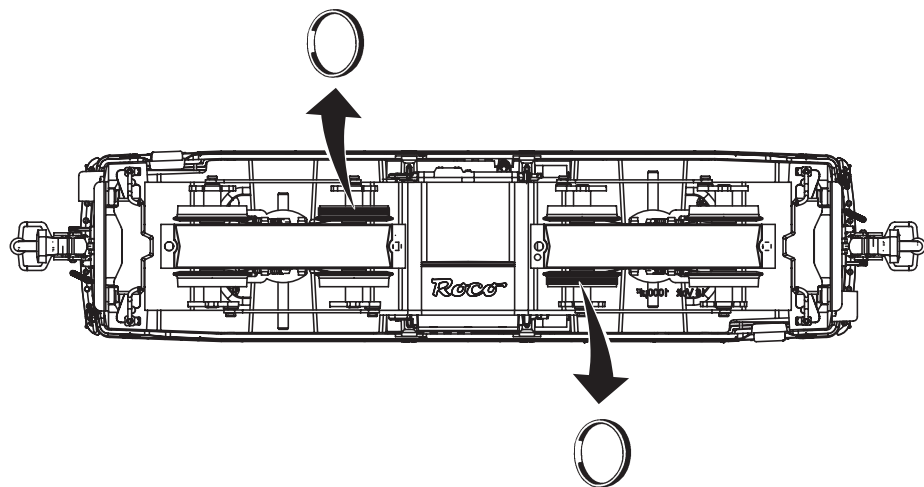
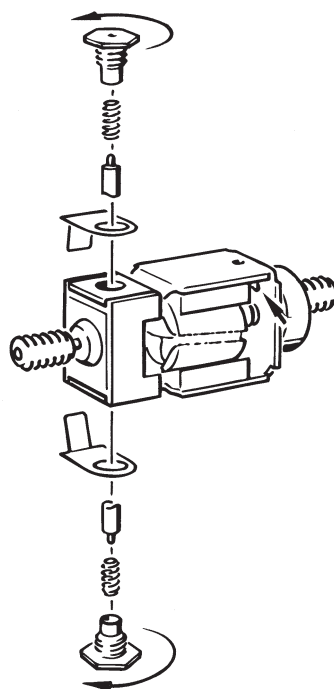
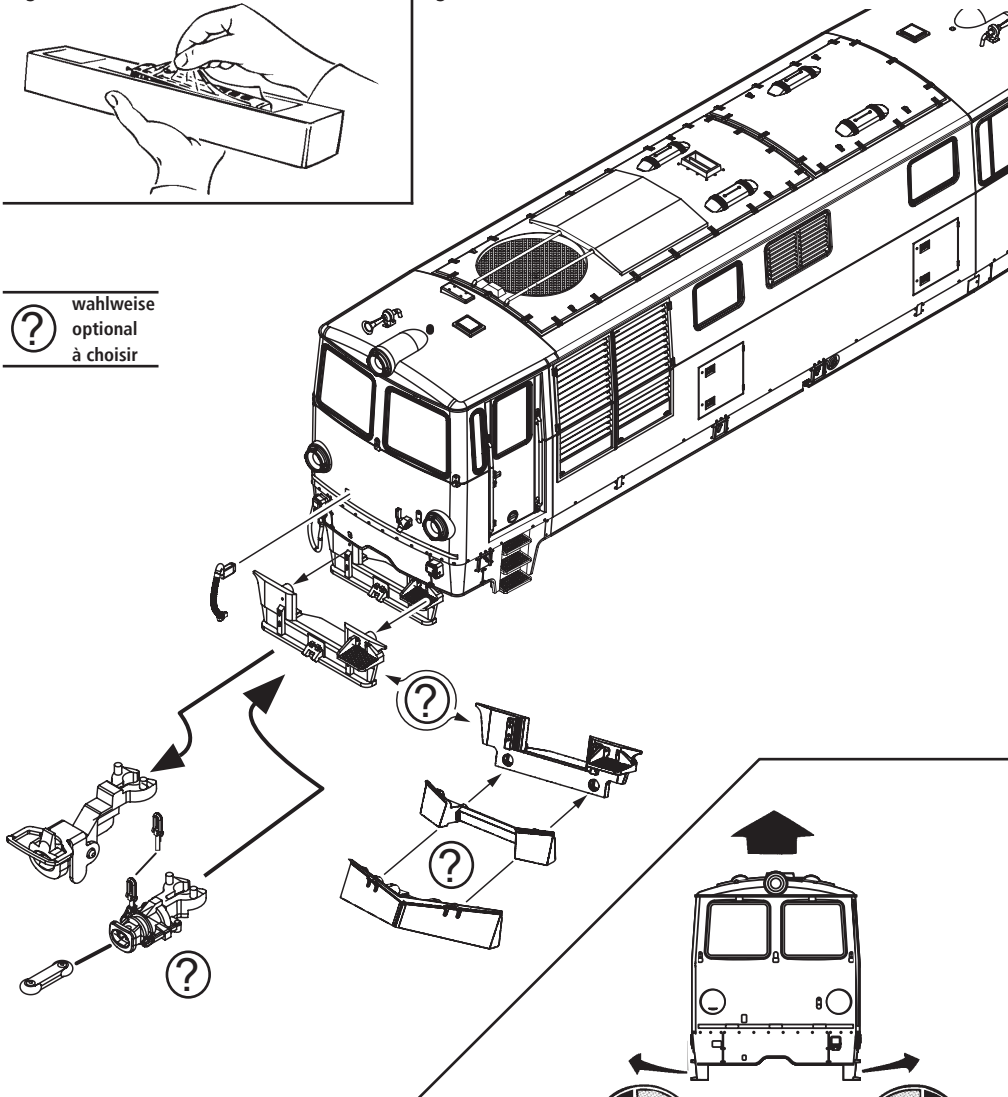

Fig. 7
Fig. 8
Fig. 3
1. Schmierung: Versehen Sie die im Schmierplan in Fig. 7 gekennzeichneten Stellen mit nur **kleinen Öltropfen**. Dazu zuerst das Lokgehäuse abnehmen (Fig. 3). Wir empfehlen den **ROCO Öler Art.-Nr. 10906**. Fürs Schmieren der Getriebeteile (Zahnräder, Schnecke) empfehlen wir das **ROCO-Spezialfett Art.-Nr. 10905**. Im Falle der Schmierung diese Teile **nicht ölen**.
Mehrzugbetrieb: Zuerst Lokgehäuse abnehmen (Fig. 3). Danach den Brückenstecker aus der Schnittstelle entfernen (diesen sorgsam aufbewahren). Danach den Stecker des Decoders lage-richtig einsetzen (siehe Fig. 4).
3. Kohlebürstenwechsel: Lokgehäuse abnehmen (Fig. 3). Danach wird der Motor ausgebaut und die Kohlebürsten ausgewechselt (Fig. 8).
1. Lubrication: Apply **tiny oil drops** to spots marked in fig. 7. Prior to lubrication dismantle locomotive (fig. 3). We recommend using item no. **10906, Roco oiler**. For lubrication the gearparts (e.g. cogwheels, worm) we should recommend our Roco **special grease** (item no. **10905**).
3. Carbon Brush Changing: First remove loco body (fig. 3), and then the motor (fig. 8).
1. Graissage: N'appliquez **qu'une tout petite goutte** aux endroits indiqués par le plan de graissage (fig. 7) après avoir démonté la caisse de la locomotive (fig. 3). Nous vous recommandons le **graisseur à huile Roco réf. 10906**. Pour graisser les engrenages (roues dentées, vis sans fin) nous vous conseillons la **graisse spéciale Roco réf. 10905** pour engrenages en matières synthétiques. Lorsque vous utilisez cette graisse il faut éviter d'huiler ces composants.
3. Remplacement des balais du moteur: Démontez la caisse (voir fig. 3). Démontez ensuite le moteur et échangez le balais (fig. 8).
voir } Fig.3